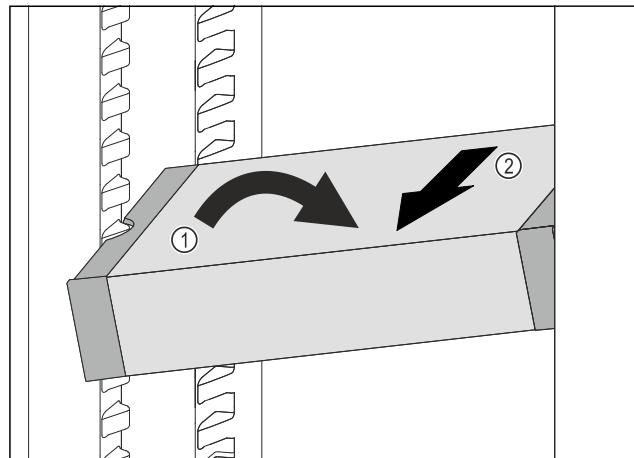

Fig. 99
- Ukosite ladicu VarioSafe u hladnjaku. Fig. 99 (1)
- Izvadite ladicu VarioSafe prema naprijed. Fig. 99 (2)